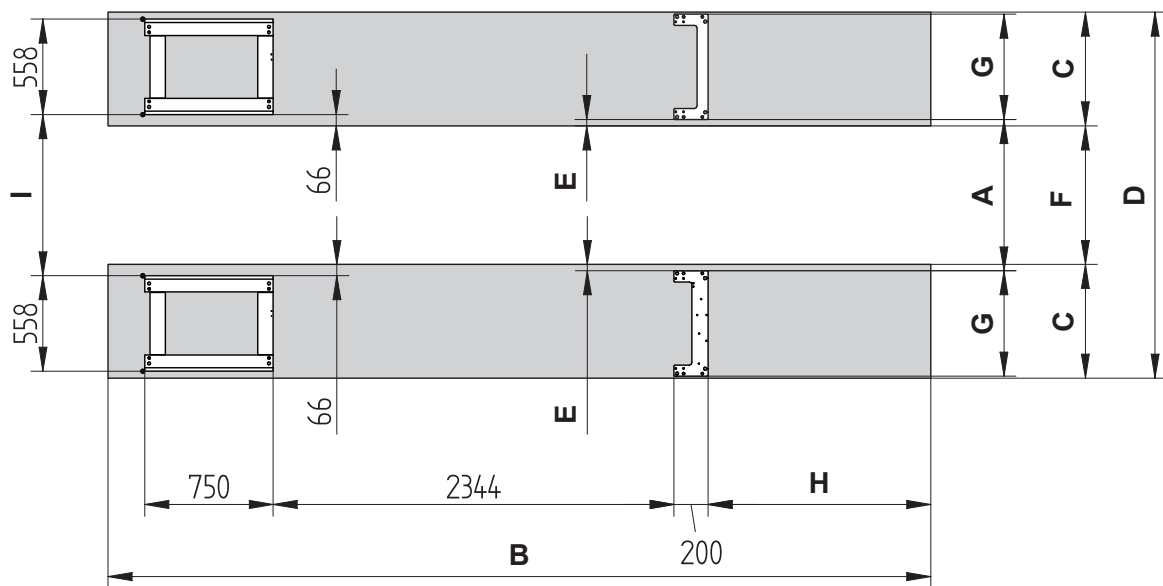

Fig. 24
- Ensure that platforms are parallel one to each other, squared and have an inner distance between rail edges of A (Fig. 24). If not, adjust bases still keeping their alignment and longitudinal distance.
- Sicherstellen, dass die Fahrschienen parallel zueinander ausgerichtet und im Winkelspiegel sind, und einem Innenabstand der Heberführungsränder von A (Abb. 24) aufweisen: Sollte dem nicht so sein, die Untergestelle dementsprechend verstellen, wobei die Gleichlaufregelung und der Längsabstand
- Vérifier que les chemins de roulement sont parallèles, d'équerre et à une distance interne des bords glissière poutre de A (Fig. 24) : dans le cas contraire, intervenir sur les bases en maintenant l'alignement et la distance longitudinale.
- Comprobar que las plataformas estén paralelas, perpendiculares y con distancia interior de los bordes guía travesaño igual a A (Fig. 24); de lo contrario, mover las plataformas manteniendo la alineación y la distancia longitudinal;